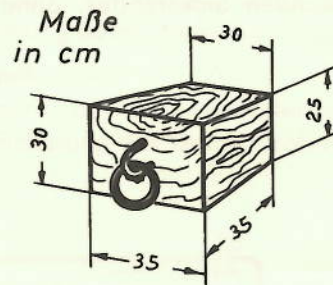

Abb. 7
Es ist von Vorteil, in der Behälteröffnung einen Holzkeil nach Abb. 7 zu legen. Er wird vor dem Einfahren der Fräse herausgenommen und erleichtert die Fräseinfahrt.
- c) Hiernach wird der Holzkeil (Abb. 7) aus dem Futterstock gezogen und somit eine Höhle für die Fräseinfahrt geschaffen. Ist vor Befüllung kein Holzstück eingelegt worden, so muß an der Öffnung so viel Futter entnommen werden, daß die Fräse gut eingeführt werden kann.